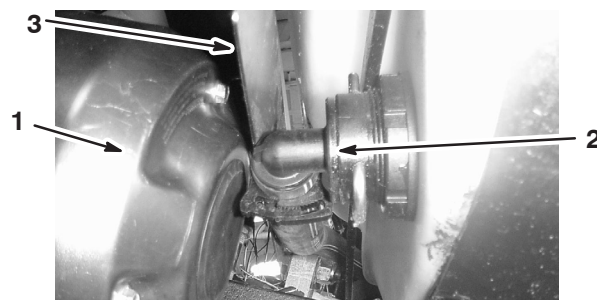

Figure 55
3. Débranchez le flexible situé sur la face avant inférieure de la cuve (Fig. 55).
Remarque : Il faudra éventuellement pousser le déflecteur de chaleur (Fig. 55) en arrière pour déposer le couvercle.
7. Branchez le flexible à l'avant de la cuve (Fig. 55).